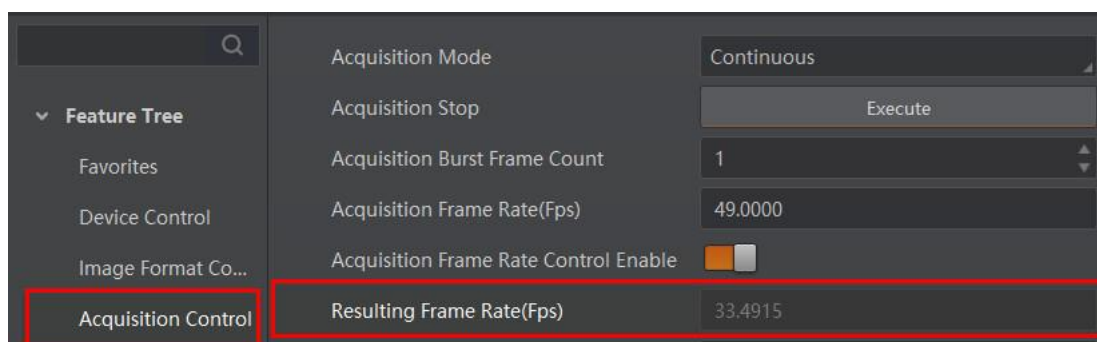

图10-2 查看实时帧率
4. 相机最终帧率的大小可以通过 *Acquisition Control* 属性下的 *Resulting Frame Rate* 参数查看，如 图10-2所示。